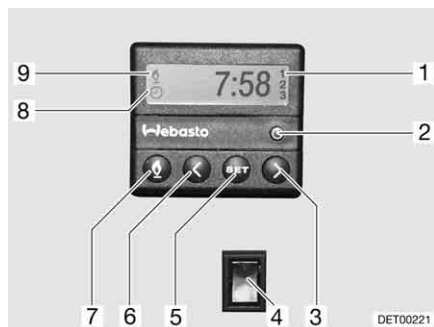

Fig. 68 Centralina di controllo per riscaldamento fisso
- Premere il tasto (Fig. 68,7). Il funzionamento del riscaldamento viene indicato con il simbolo (Fig. 68,9). La ventola viene inserita solo quando la temperatura dell'acqua di raffreddamento è pari a 30 °C.
- Premere il tasto (Fig. 68,7). Il simbolo (Fig. 68,9) si spegne.
- Premere l'interruttore (Fig. 68,4) in basso. Il motore viene preriscaldato. La ventola viene inserita immediatamente.
- Premere l'interruttore (Fig. 68,4) in alto. Il motore rimane freddo.
- Premere il tasto (Fig. 68,2). L'impostazione dell'ora viene indicata con il simbolo (Fig. 68,8).
- Impostare l'ora con i tasti (Fig. 68,3 e 6).
- Premere il tasto (Fig. 68,5).
- Impostare l'orario di accensione con i tasti (Fig. 68,3 e 6) entro 10 secondi.
- Premere il tasto (Fig. 68,5) fino a che nel display (Fig. 68,1) non appare il numero di programmazione desiderato.